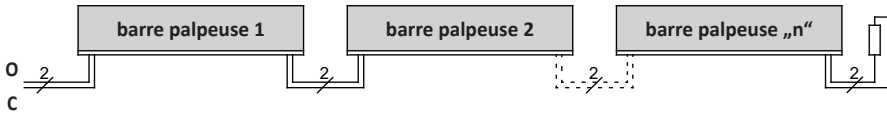

Figure 2 : Câblage de plusieurs barres palpeuses
6.7 Raccordement de plusieurs barres palpeuses par circuit de signal (figure 2)
Un ou plusieurs barres palpeuses peuvent être raccordés sur l'entrée d'émetteur de signaux **O** ou **C**. Pour cela, les barres palpeuses individuels sont montés en série comme illustré (figure 2).